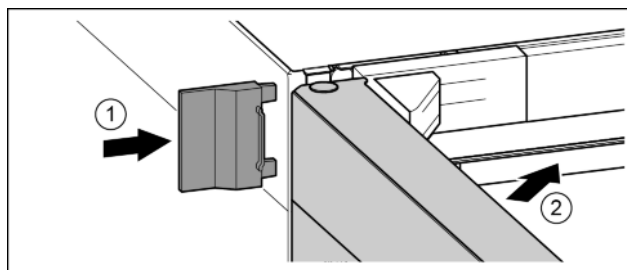

Fig. 18
- ▶ Насуньте зовнішню кришку. Fig. 18 (1)
- ▶ Закрийте верхні дверцята. Fig. 18 (2)